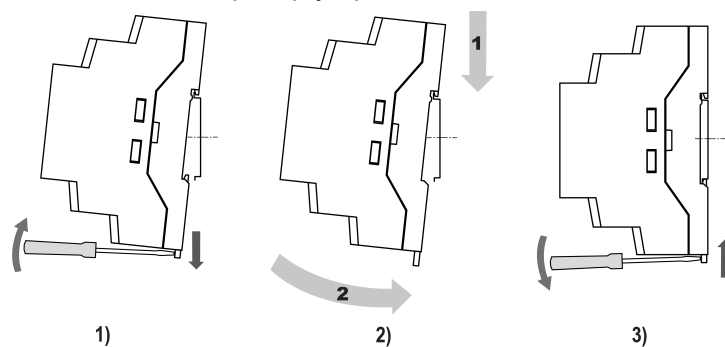

Рисунок 4.10 – Монтаж прибора с креплением на DIN-рейку
2. Вставив отвертку в проушину, оттянуть защелку (рисунок 4.10, 1)
3. Установить прибор на DIN-рейку в соответствии с в направлении стрелки 1 (рисунок 4.10, 2);
4. Прижать прибор к DIN-рейке в направлении, показанном стрелкой 2 (см. рисунок 4.10, 2). Зафиксировать защелку (см. рисунок 4.10, 3).